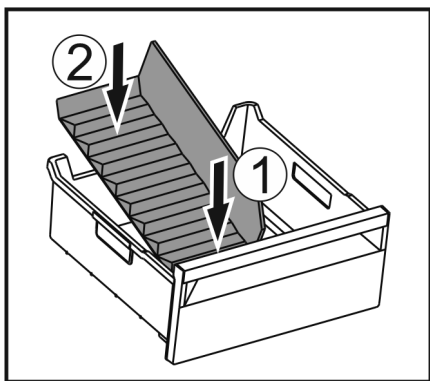

Fig. 113
- Installer la partie avant du séparateur de congélateur. Fig. 113 (1)
- Abaisser la partie arrière du séparateur de congélateur jusqu'au fond du tiroir. Fig. 113 (2)